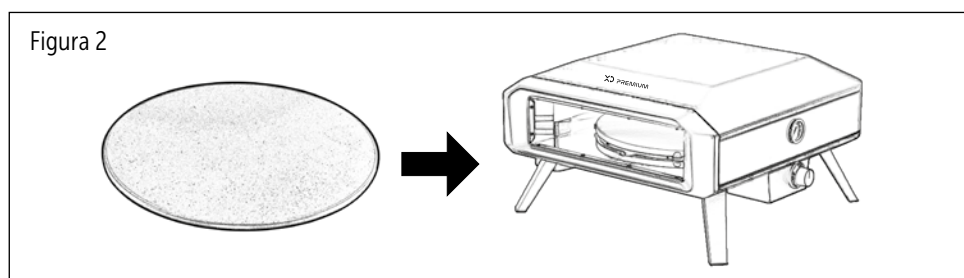

Figura 1C
4. Inserire 2 batterie tipo D da 1.5V ciascuna nel vano batterie del motore (figura 1C) e accendere il motore. Se il supporto rotante funziona correttamente, rimuovere le batterie dopo l'uso.